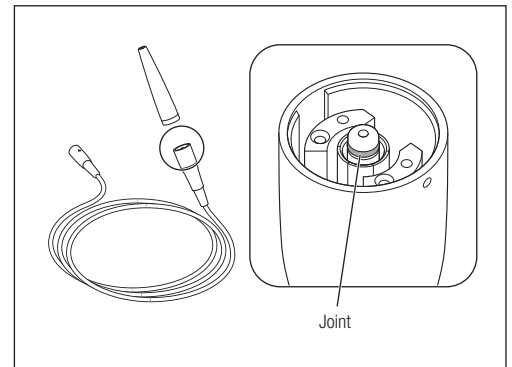

Fig. 43
- 2) Retirez le joint à remplacer à l'aide d'une aiguille, etc. (Fig. 43).